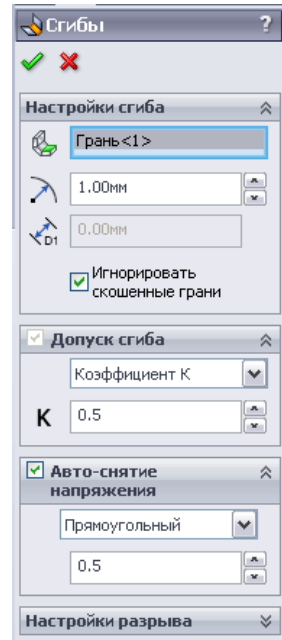

Рисунок 9.2 - Основные параметры згинов
3. На екрані в розділі менеджера властивостей з'явиться вікно **«Сгибы»**, у якому необхідно вказати основні параметри згинів (рис. 9.2).